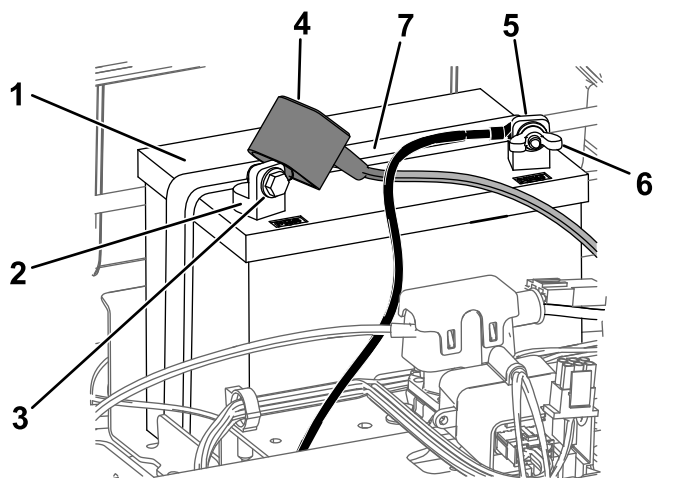

Bild 48
4. Klemmen Sie das Minuskabel (schwarz) vom Batteriepol ab (Bild 48).
6. Klemmen Sie das Pluskabel (Rot) vom Batteriepol ab (Bild 48).
7. Nehmen Sie die Batterieklemme ab (Bild 48) und heben Sie die Batterie aus dem Batteriefach heraus.
1. Setzen Sie die Batterie in das Fach (Bild 48).
5. Befestigen Sie die Batterie mit der Befestigung (Bild 48).